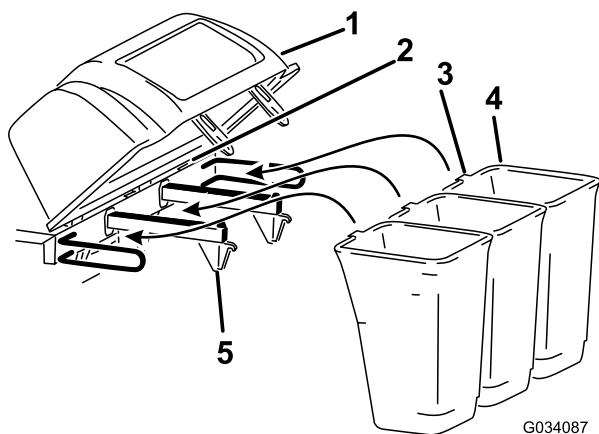

Figura 5
6. Encaixe a aba do saco no entalhe no conjunto do capot (Figura 5).